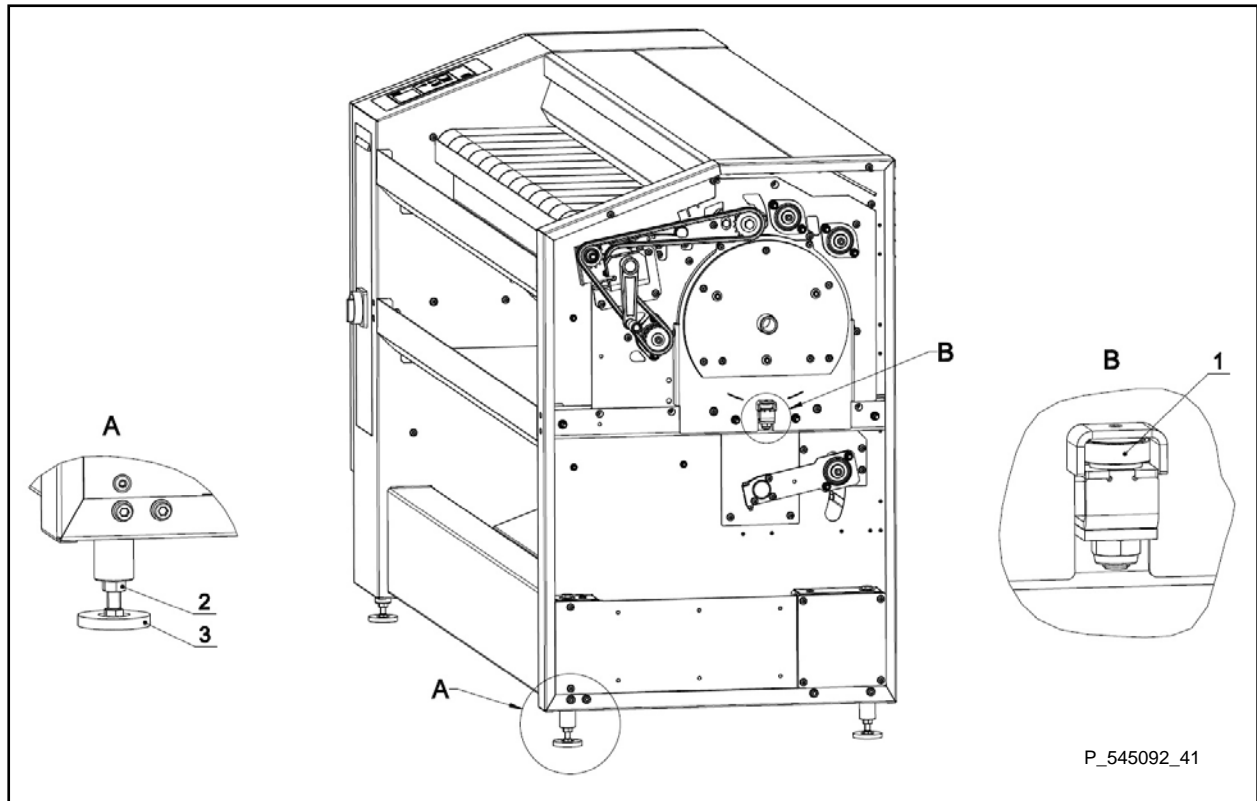

Figura 3.8.B.
- Figura 3.8.B. – elementi di appoggio e piedini anteriori regolabili.
- In caso che il rullo di stiro passa velocemente verso una delle parti della macchina, elemento di appoggio (1) inizia a girare, regolare lentamente a giri lenti (1/4 di filetto) il piedino anteriore di appoggio:
- Una volta regolata la posizione corretta dei piedini di appoggio e livellata la posizione del rullo di stiro (il rullo di stiro non deve essere al contatto con il cuscinetto della puleggia di appoggio), assicurare la posizione dei piedini di appoggio con un dado (2).